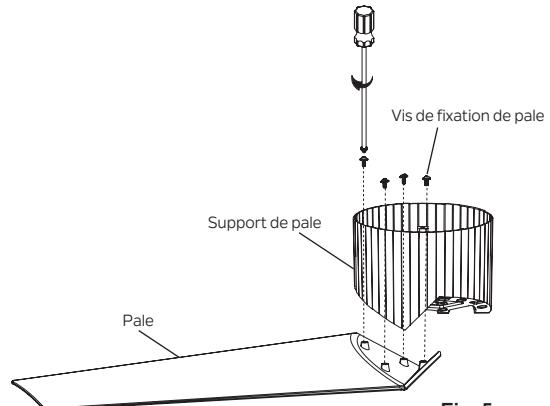

Fig. 5
**Étape 1.** Aligner les quatre trous d'une pale avec les quatre trous correspondants du support de pale. Visser les vis de fixation de la pale dans les trous alignés et serrer les vis pour fixer la pale au support de pale. Répétez pour les pales restantes. (Fig. 5)